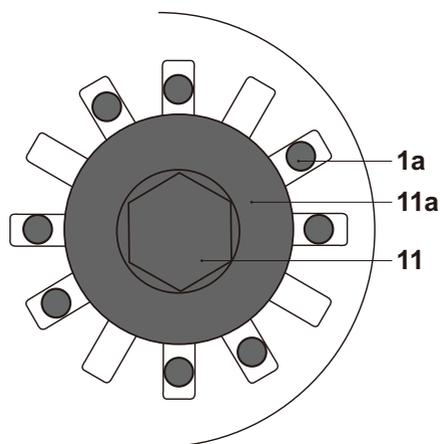

Fig. 10
- > Asegúrese de que los 8 pines (1 a) están encajados correctamente en las ranuras (Fig. 10) y que el accesorio está sujeto de forma segura.